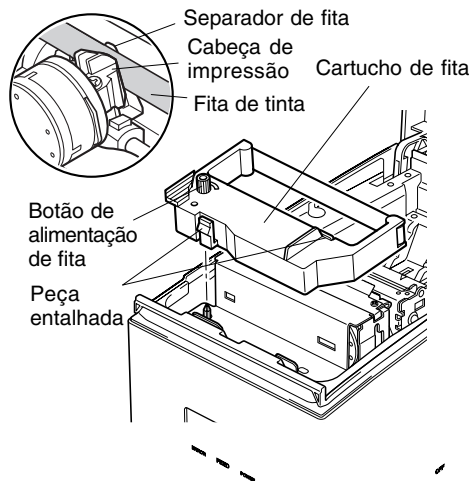

Fig. 5-2 Colocar o cartucho de fita
- 3 Coloque o cartucho de fita na direcção apresentada na Fig. 5-2 e pressione-o para baixo para o colocar. Se a colocação do cartucho de fita não for satisfatória, pressione o cartucho para baixo rodando simultaneamente o botão de alimentação da fita na direcção da seta.